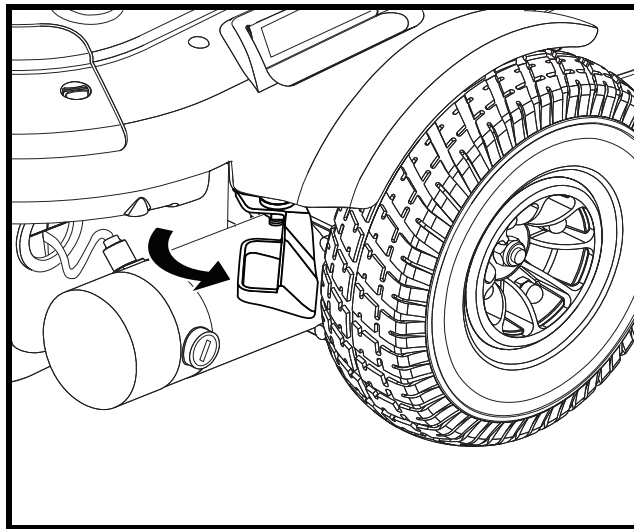

Figure 5. Mode « roues libres » (débrayé)
3. Tirez les leviers vers l'extérieur pour débrayer les moteurs (mode « roues libres »). Voir la figure 5.